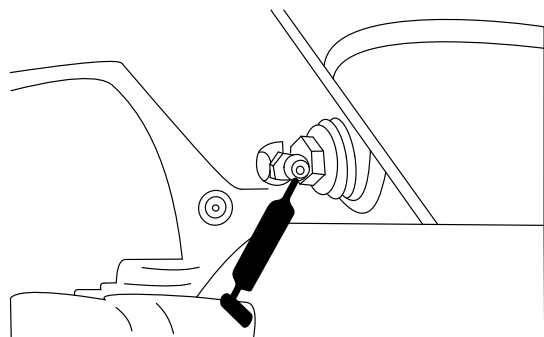

Figure 50
- Pivot d'essieu arrière (Figure 50).